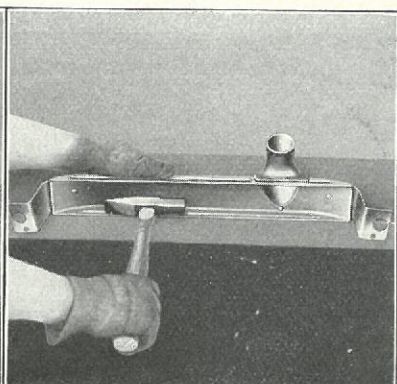

Fig. 407
- 817** Ved Paasætningen af Bundtanken paases det, at denne passer saa godt mod Rørene som muligt. Anbring Køleren med Bunden paa Bænkens Støttevinkler og bøj Kanterne paa Toppladen lidt ud og pas Tanken herimod. Paase at Kanterne paa Tanken er fuldkommen jævne. Alle Ujævnheder hamres ud med Fladsiden af Hammeren (Fig. 407). Rengør Fladerne, som skal loddet ved Hjælp af Varme og Syre og indsæt Tanken i Toppladen.